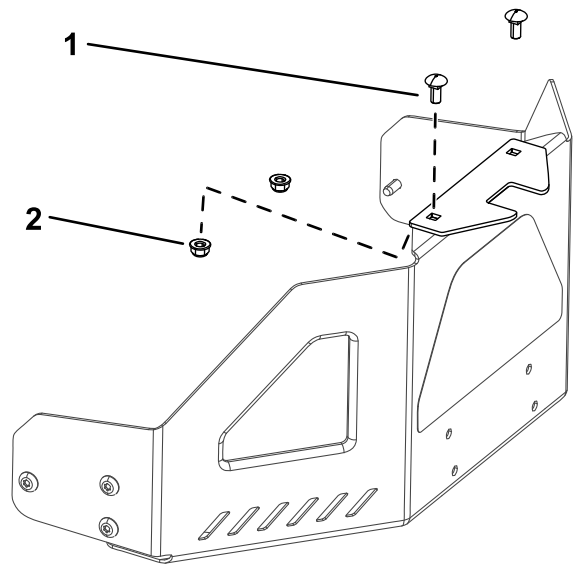

Figura 9
1. Instale el soporte de estabilización en el protector del motor usando dos pernos de cuello cuadrado (5/16" x 3/4") y 2 contratuercas (5/16") (Figura 9).